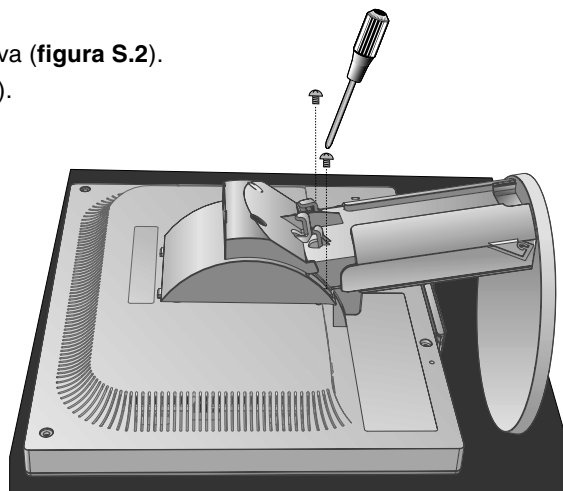

Figura S.2
3. Sistemare il monitor verso il basso su una superficie non abrasiva (**figura S.2**).
4. Rimuovere le 2 viti collegando il supporto al monitor (**figura S.2**).